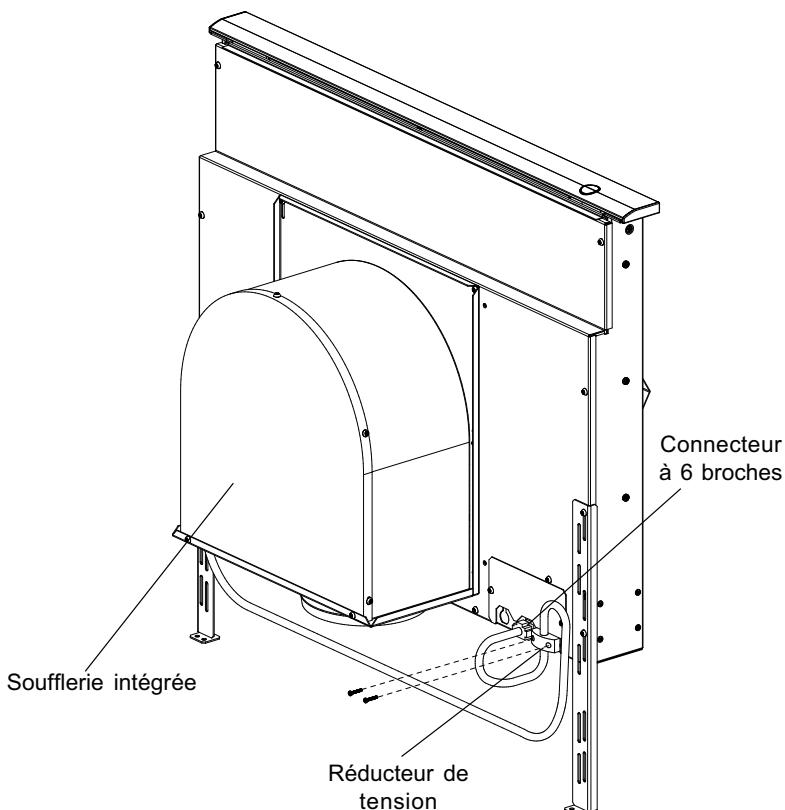

Fig. 10 – soufflerie intégrée
Soufflerie intégrée VTN600CV2C (voir figures 10 et 12 pour plus de détails):
- A. Retirer le couvercle de la boîte de jonction et brancher le conduit avec 5 vis depuis la soufflerie à distance. Brancher les fils selon le diagramme de câblage, figure 10. Remettre le couvercle de la boîte de jonction.